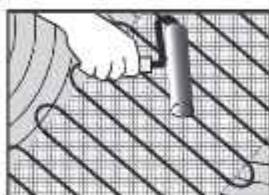

Рис. 24
- Уложите нагревательный мат по схеме укладки.** Уложите нагревательный мат на обогреваемую площадь, следуя схеме укладки. Зафиксируйте нагревательный мат на поверхности скотчем или kleевым раствором. Выведите питающие кабели нагревательного мата к месту расположения терморегулятора через подготовленную в стене штробу (рис. 24).